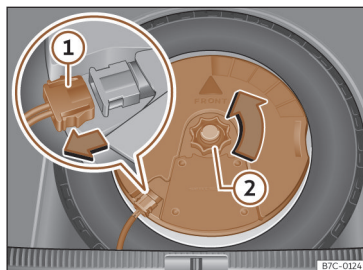

Fig. 231 Na bagageira: desmontar o subwoofer.
- Desligue o cabo do altifalante subwoofer >>> **Fig. 231 ①.**
- Rode a rodinha de fixação no sentido contrário ao dos ponteiros do relógio >>> **Fig. 231 ②.**